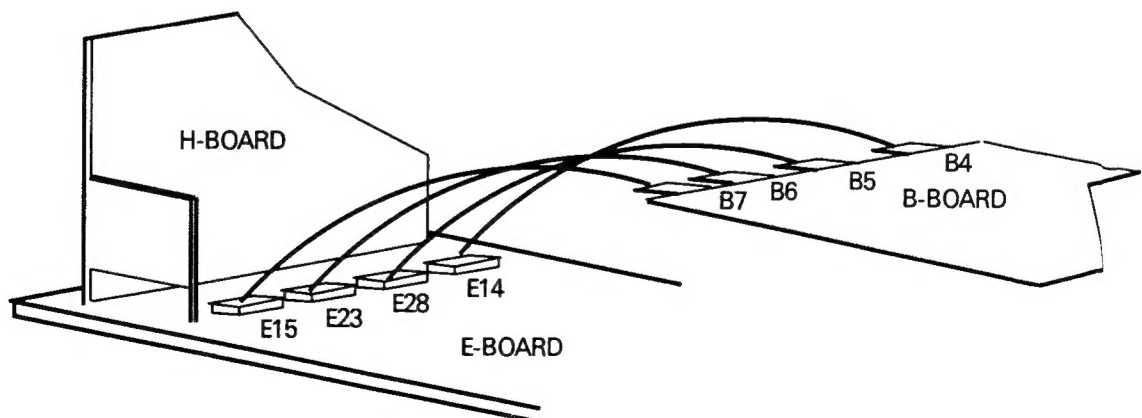

Fig.7 Abb.7
2. Connect the extension lead wires between B-Board and E-Board as shown in Fig. 7. (Number TZS709006)
2. Die B-Platine über Verlängerungs-Anschlußdrähte mit der E-Platine verbinden, wie in Abb. 7 gezeigt. (Nummer TZS709006)